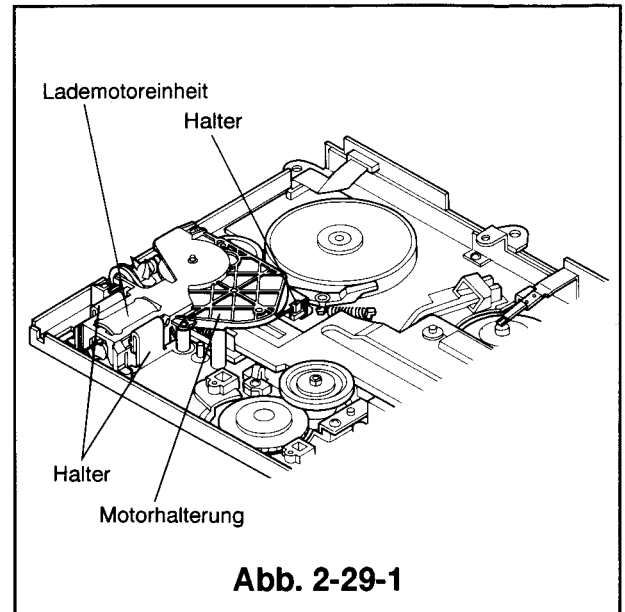

Abb. 2-29-1
- ① Den Antriebsriemen abnehmen (siehe Artikel 2-28).
- ② Die in Abb.2-29-1 gezeigten drei Schrauben (a), (b), (c) entfernen und die drei Halter lösen, um die Lademotoreinheit (mit der Motorhalterung) auszubauen.